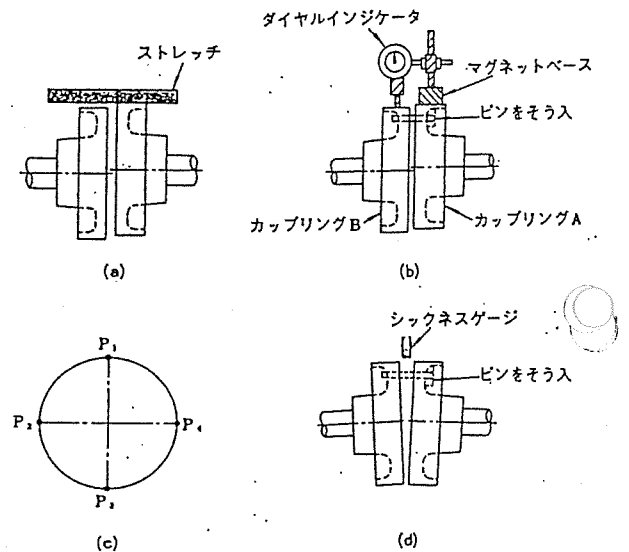

図3 心出し要領説明
- 図3(a)に示すように、カップリング外周の上下および左右の各位置にストレッチを当てて、目視によってカップリング外周の段差による振れが認められなくなるまで両軸の中心を合わせます。
- (1) 図3(b)に示すように、カップリング直結用ピン1本をカップリング穴にそう入します。
- (2) ダイアルインジケータ保持具のたわみ量を測定します(たわみ量の測定要領については、前ページの図を参照ください)。
- (4) その針の位置にダイアルインジケータの目盛り0を設定します〔図3(c)のP₁点を基準にして測定する場合〕。
- (5) 両方のカップリングを同時に回しながら、図3(c)のP₂、P₃、P₄点の指示値を出します。上下方向のP₁とP₃点、左右方向のP₂とP₄点それぞれの指示値の差の1/2が心狂いの値になります。
- (6) つぎにカップリングA、B間(面間)のすき間が平行になっているか(斜交していないか)を調べます。
- (7) 方法としては、図3(d)に示すようにシックネスゲージを用いて、まずP₁点を測定し、つぎに双方のカップリングを同時に回してP₁点をP₂点に90°移動させ、停止した状態でP₂点を測定します。同様にP₂点からP₃点へ、P₃点からP₄点を測定します。
- (8) 各点の測定値の差が第1表の値以下におさまるように、上下はライナで、左右はモータ本体またはベッドを動かして調整します。